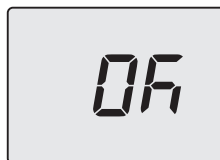

Figura 5.31
- Premendo il tasto 15 (Figura 5.25) si ottiene la conferma del valore inserito. Il display visualizzerà per 5 sec. quanto segue (Figura 5.31) poi, si porterà al livello superiore.